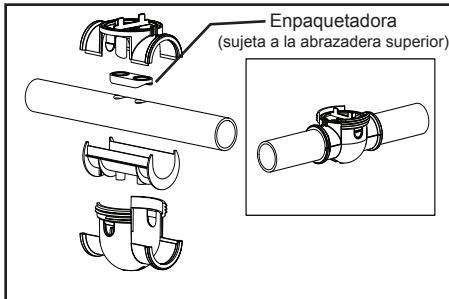
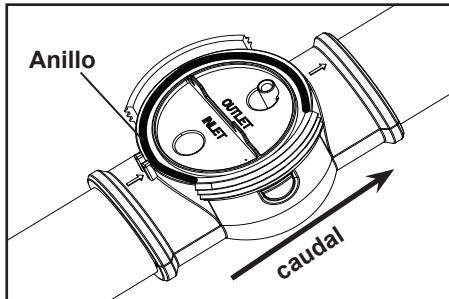

Figura 10. Abrazaderas
Figura 11. Flechas de caudal
10. Asegure las abrazaderas, espaciador de tuberías, y la empaquetadura alrededor de la tubería como se muestra (ver figura 10) asegurándose de que las flechas de flujo en la abrazadera apunten en la dirección del flujo de agua (véase figura 11 y 12). Asegúrese de que los dos (2) clips a los lados de la abraadera se sujeten en su lugar.